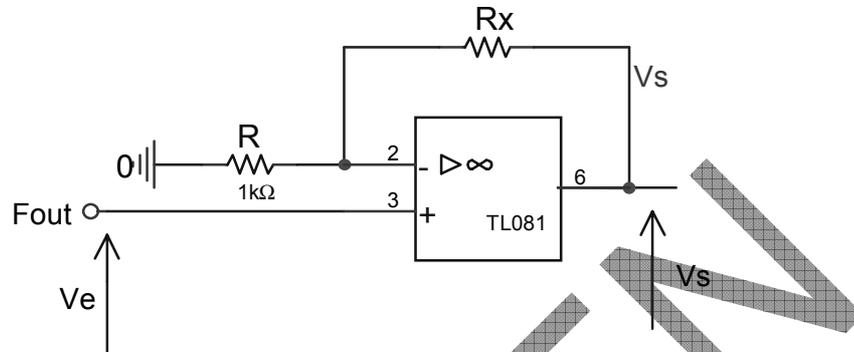

fig.1
Le schéma est donné figure 1 et le résultat de la simulation par la figure 2.
- 11.2.1.1 Câbler le schéma de la figure 1
Il est donné par figure 1 ci-dessous.